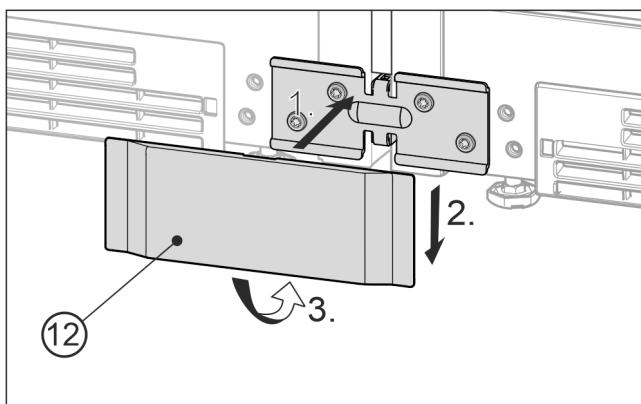

Fig. 24 Zobrazení příkladu
- Dolní kryt Fig. 24 (12) nasadte zpředu na úhelník Fig. 24 (1), zasuňte dolů Fig. 24 (2) a dole zatlačte do západek Fig. 24 (3).